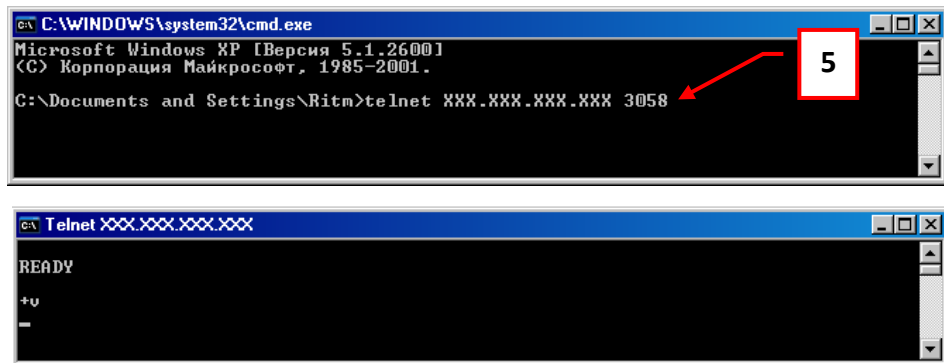
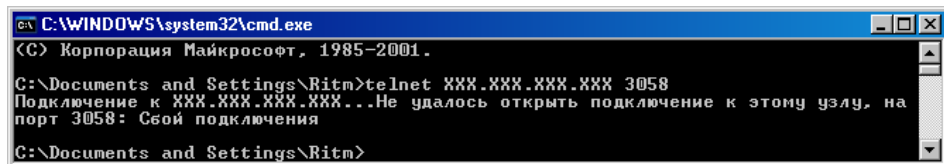

Рис.3.4.2. Проверка порта TCP 3058
Рис.3.4.3. Сбой подключения на порт TCP 3058
5. Ввести telnet XXX.XXX.XXX.XXX 3058, где 3058 – порт TCP, по которому будет производиться обмен данными, а вместо «иксов» должен быть введен внешний статический адрес сервера, и нажать «Enter» (см. Рис. 3.4.2.).
Если появилась надпись «READY», как показано на рис. 3.4.2., порт 3058 открыт. Если появилась надпись «Сбой подключения», порт 3058 закрыт (рис. 3.4.3).